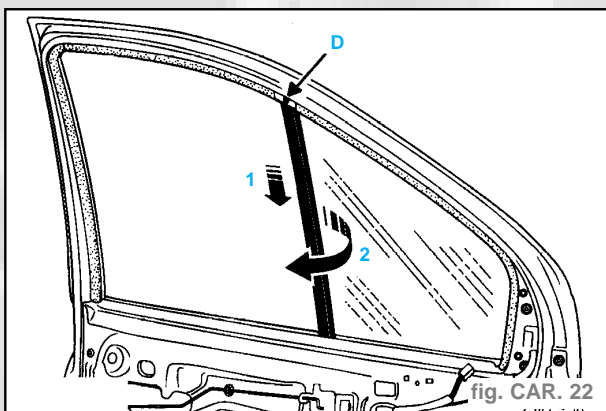

fig. CAR. 22
- Déposer la vis de fixation supérieure et son cache (D) du montant fixe (fig. CAR. 22).
- Pousser vers le bas le montant fixe afin de le dégager de son emplacement sur le coulisseau (1).
- Tourner d'1/4 de tour le montant (2), afin de pouvoir sortir du caisson les deux pattes de fixation (C) (fig. CAR. 22 et 23).
- Passer le montant fixe à l'extérieur de l'encadrement de porte, dégager les deux pattes (C) et ôter celui-ci.